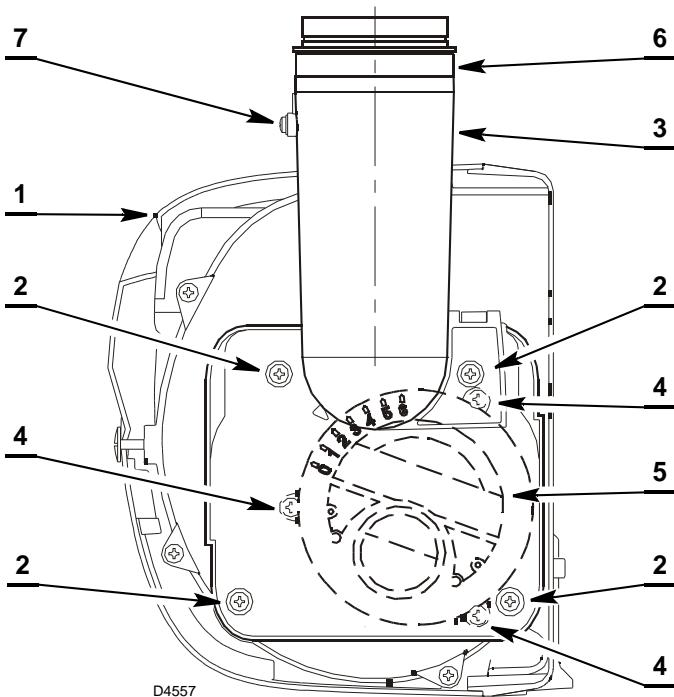

Abb. 18
In Abhängigkeit von der Brennerleistung muss die Luft durch Drehen der Lufteinlaufdüse 5) (Abb. 18), und anschließendes Drehen des Reglers (6) eingestellt werden.
- Die Brennerhaube 1) (Abb. 18) entfernen, die vier Schrauben 2) lockern und das Gehäuse 3) entfernen.
- Die Schraube 7) (Abb. 18), lockern, den Regler 6) in die gewünschte Position gemäß den in der Tab. A Seite 17 angeführten Werten drehen.